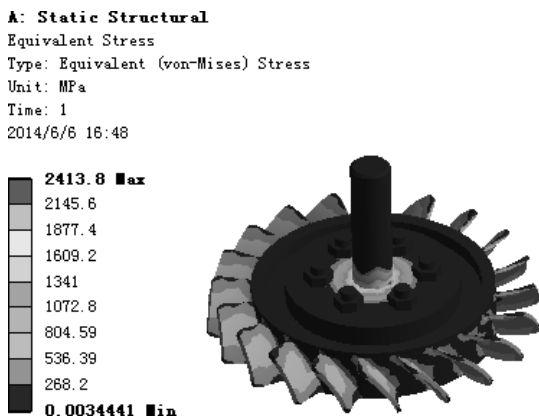

图 7.6.12 应力结果图解
(1) 求解分析。在顶部工具栏中单击  按钮求解分析。
(2) 查看应力结果图解。在“Outline”窗口中选中  **Equivalent Stress**，查看图 7.6.12 所示的总应力结果，其最小应力为 0.0034441 MPa，最大应力为 2413.8MPa。